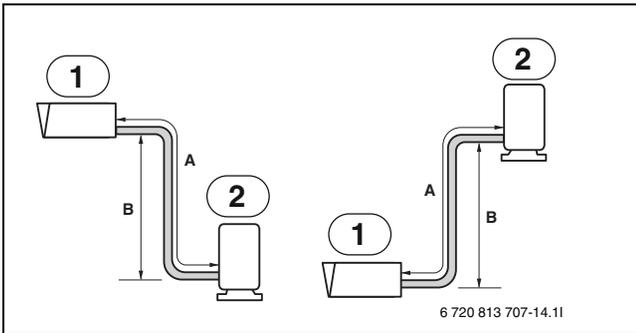

Bild 15
2. Festlegen der Rohrverlegerichtung: nach unten siehe (→Abb. 15)